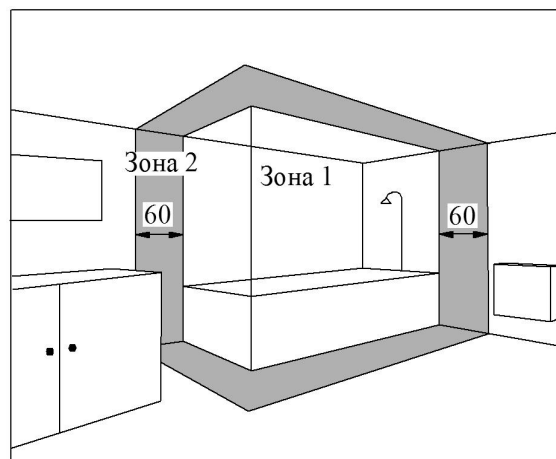

Рис. 4
4.6 Конвектор допускається встановлювати в ванних кімнатах, душових, басейнах (рис. 4). При цьому установка конвектора забороняється: